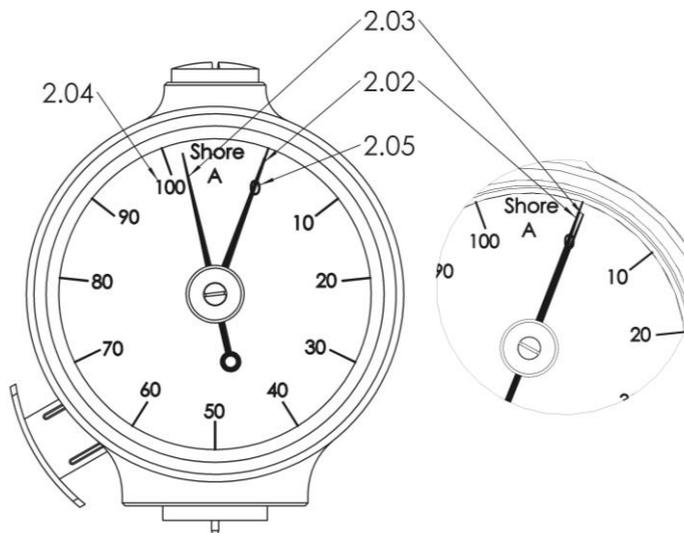

РИС. 5 ПРОВЕРКА АНАЛОГОВОГО ТВЕРДОМЕРА НР –СТРЕЛКА ФИКСАТОР
- Переведите стрелку фиксатор (2.03, Рис.5) на позицию выше "100" (2.04, Рис.5)
- Переведите стрелку фиксатор (2.03, Рис.5) обратно на позицию "0" (2.05, Рис.5), после процедуры проверки так, чтобы она совпала со стрелкой указателем (2.02, Рис.5).